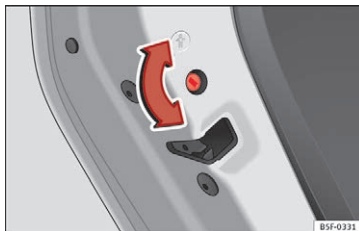

Fig. 105 Børnesikring i venstre dør
- Mens døren er åben, skal du bruge bilnøglen til at dreje slidsen mod uret i døren i venstre side »» Fig. 105 og med uret i døren i højre side.
- Mens døren er åben, skal du bruge nøglen til at dreje slidsen mod uret i den højre dør og med uret i den venstre dør »» Fig. 105.